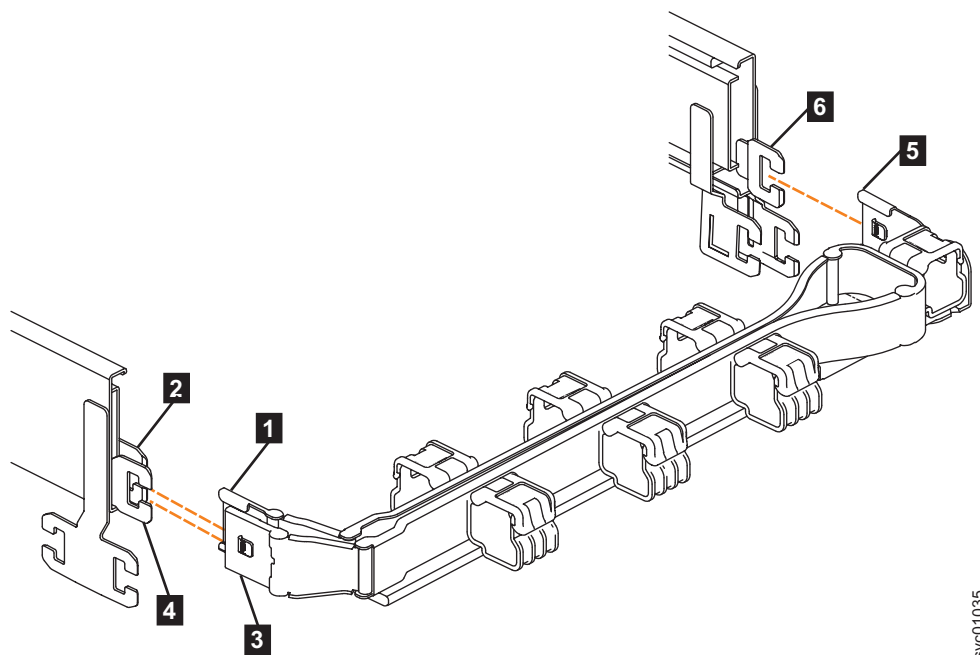
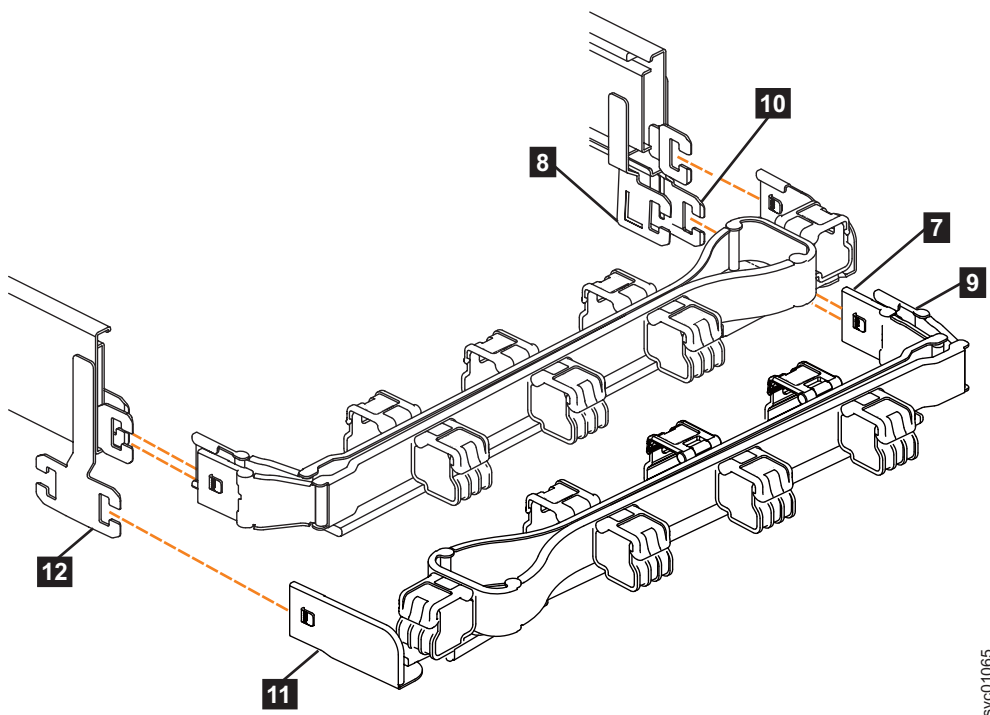

図 47. 上部ケーブル・マネジメント・アームのコンネクター
図 48. 下部 CMA アセンブリーのコンポーネント
CMA のコネクタは、サポート・レールの端にあるレール・フックに取り付けられています。63 ページの図 47 は、上部 CMA アセンブリーのコネクタを示しています。
1. 上部 CMA アセンブリー (図 47 の **5**) のコンネクター・ベース上にあるラッチを押します。
2. コネクターを引いて、右側のサポート・レールのコンネクター・ベース (図 47 の **6**) からコンネクターを取り外します。
3. 上部 CMA アセンブリー (図 47 の **3**) の外部コンネクター上にあるラッチを押します。
4. 外部コンネクターを左側のサポート・レールの内部メンバー (図 47 の **4**) から取り外します。
5. 図 47 に示すように、上部 CMA アセンブリーの内部コンネクター (**1**) を左側のサポート・レールの内部メンバー (**2**) から取り外します。
注: 下部 CMA アセンブリーを取り外す手順は、上部 CMA アセンブリーを取り外す手順と同じです。ただし、コンネクターの位置が逆です。例えば、上部 CMA のコンネクター・ベース (図 47 の **5**) は、右側のレールに接続します。下部 CMA のコンネクター・ベース (64 ページの図 48 の **11**) は、左側のレールに取り付けます。
6. 下部 CMA アセンブリーのコンネクター・ベース (**11**) を左側のサポート・レールのコンネクター (**12**) から取り外します (図 48 を参照)。
7. 図 48 に示すように、下部 CMA アセンブリーの内部コンネクター (**9**) を右側のサポート・レールの外部メンバー (**10**) から取り外します。
8. 図 48 に示すように、下部 CMA アセンブリーの外部コンネクター (**7**) を、右側のサポート・レールの内部メンバー (**8**) から取り外します。